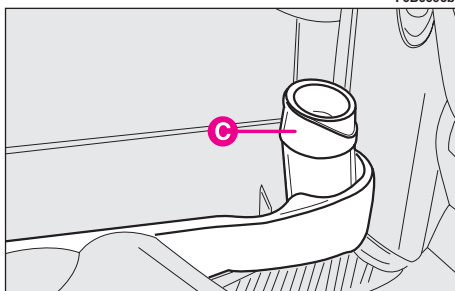
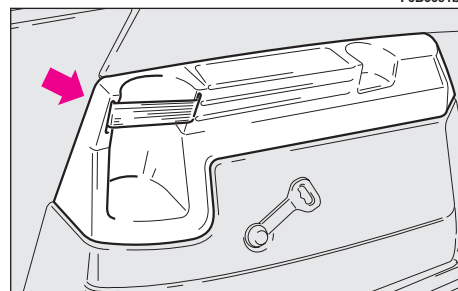

fig. 125
fig. 126
– vani portabottiglia - portabicchieri - portalattine ricavati nei pannelli laterali seconda fila **fig. 125** e terza fila **fig. 126**; i vani portabottiglia possono inoltre essere utilizzati per ospitare un contenitore amovibile porta rifiuti **C-fig. 125**;